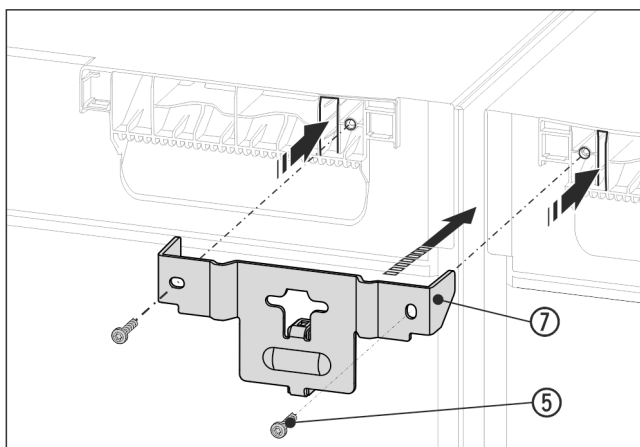

Fig. 16 Príklad zobrazenia
- ▶ Uholník Fig. 16 (7) s dištančným dielom zasunúť medzi zariadenia a strmeňmi do stropu zariadenia. Priskrutkujte ho pomocou 2 skrutiek Fig. 16 (5).